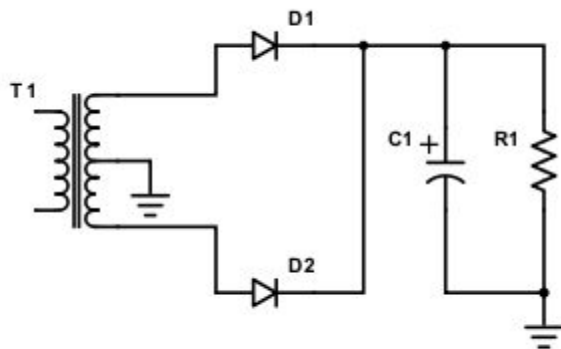

Figura 3: Circuito retificador com capacitor associado à carga (resistiva).
4.4. Projete um circuito retificador como o apresentado na Figura 3. Use o diodo 1N4004 e calcule C e R de forma que o circuito forneça uma corrente i_L de 10mA e uma tensão de ripple máxima de 100mV.